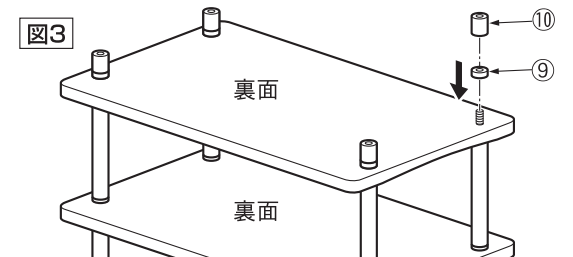

図3
- 最下段は【図3】のように、板から出ているネジに、鋳鉄ローレットナット⑨・鋳鉄脚⑩を、順にしっかりとねじ込んでください。